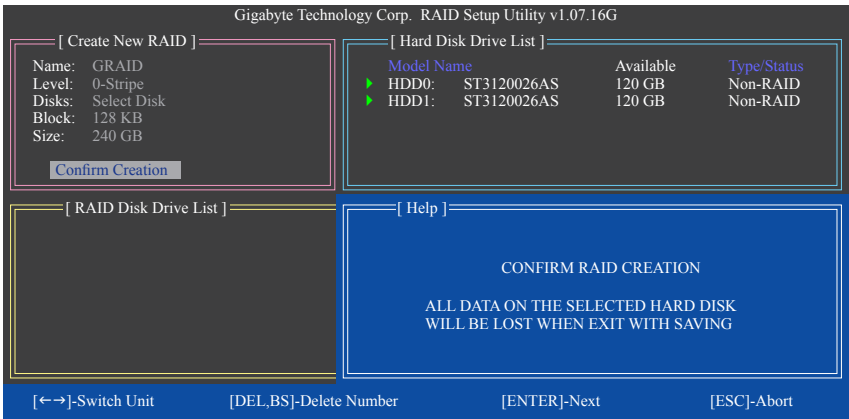

Figure 7
6. **Confirmer la création** : Une fois que tous les éléments ci-dessus ont été configurés, la barre de sélection ira automatiquement sur l'élément **Confirm Creation**. Appuyez sur <Enter>. Lorsqu'on vous demande de confirmer votre sélection (Figure 7), appuyez sur <Y> pour confirmer ou sur <N> pour annuler.